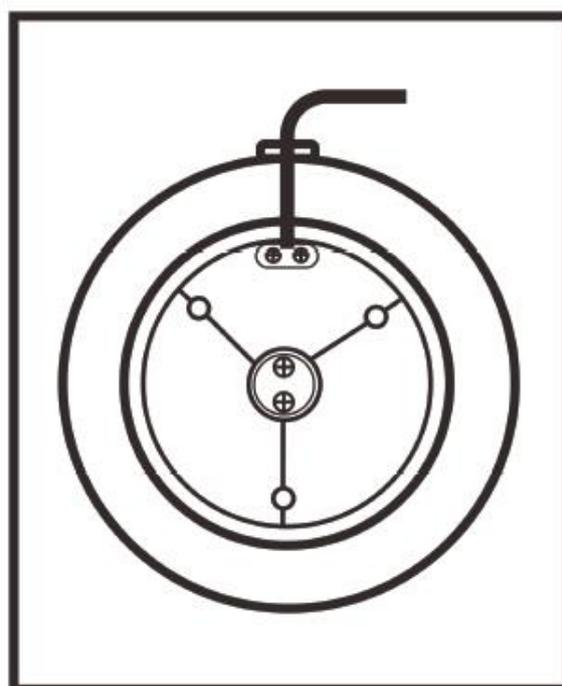

Fig. 2
- Mettez la partie du support (9) qui n'a pas de connexion enfichable sur la surface lisse du moteur (2). Assurez-vous que le câble d'alimentation (8) n'est pas coincé (voir fig. 2).